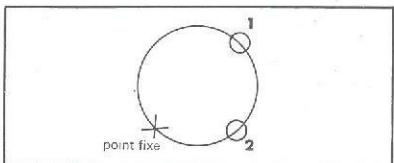

Fig. 45 – Hovedlygter (stor diameter)
Fig. 45 bis – Hovedlygter (stor diameter)
- Vippelygter (fig. 45).
- Højdejustering: Skru på skruen (1).
- Sidejustering: Skru på skruen (2).
- Faste lygter (fig. 45 bis).